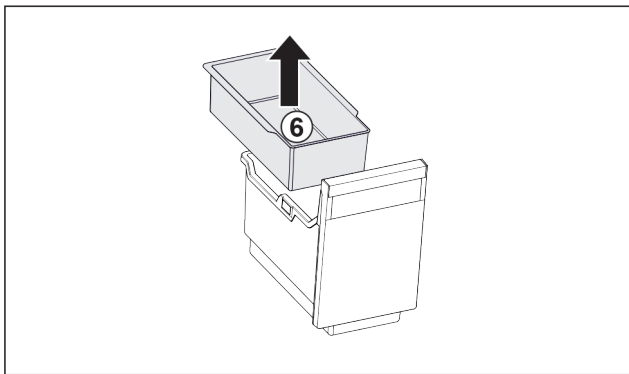

Fig. 140
- ▶ Vegye ki a beakasztható tálcát Fig. 140 (6).